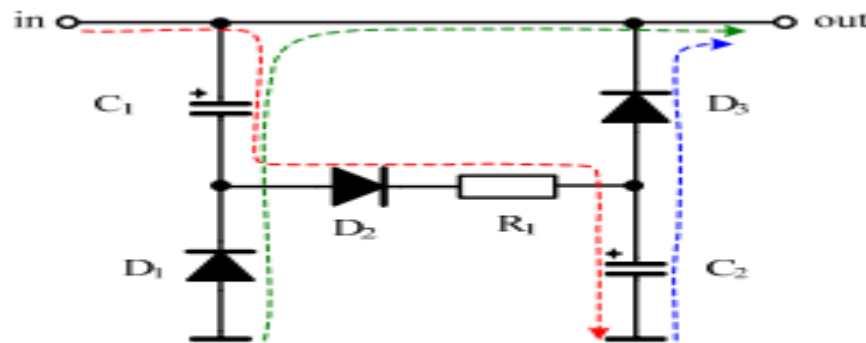

图 11：平衡半桥 PFC 电路
- 普通的桥式整流后直接平滑滤波的AC-DC 电路，输入电压是正弦波，由于电容充电快放电慢，电流是不连续的脉冲波，谐波失真大，功率因数低。本电路用的是一种低成本的无源功率因数补偿电路，如图11所示。这个电路叫平衡半桥补偿电路，C1和D1组成半桥的一臂，C2和D3组成半桥的另一臂，D2和R1组成充电连接通路，利用填谷原理进行补偿。滤波电容C1和C2相串联，电容上的电压最高充到输入电压的一半( $V/2$ )，一旦线电压降到 $V/2$ 以下，二极管D1和D3就会被正向偏置，这样使C1和C2开始并联放电。采用这个电路后，系统的功率因数从0.6提高到0.88~0.9。